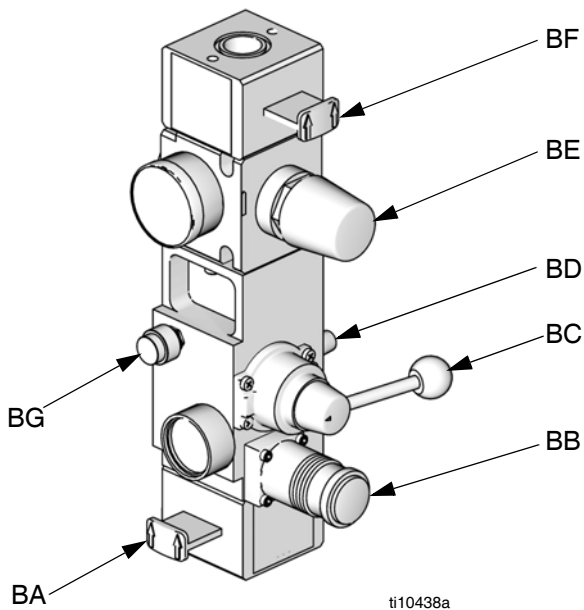

FIG. 3. Comandi pneumatici integrati
| G Comandi pneumatici integrati (vedere FIG. 3)  | U Valvola di drenaggio della linea dell'aria (non fornita)         |
- G Comandi pneumatici integrati (vedere FIG. 3)